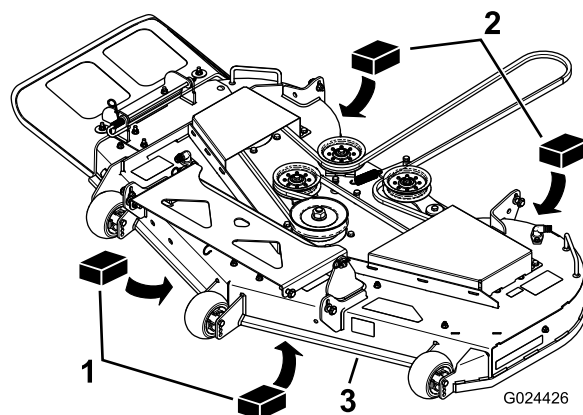

Figure 62
3. Placez deux cales de 6,6 cm (2⁵/₈ po) sous chaque côté du bord avant du tablier de coupe, mais pas sous les supports des galets anti-scalp (Figure 62).
4. Placez deux cales épaisses de 7,3 cm (2⁷/₈ po) sous le bord arrière de la jupe du tablier de coupe, une de chaque côté (Figure 62).